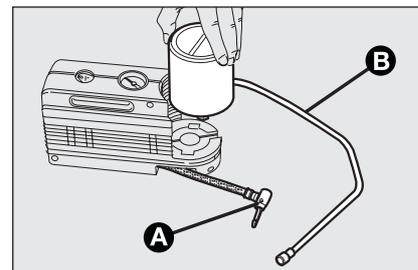

fig. 18
- disinserire l'innesto **A-fig. 18**;